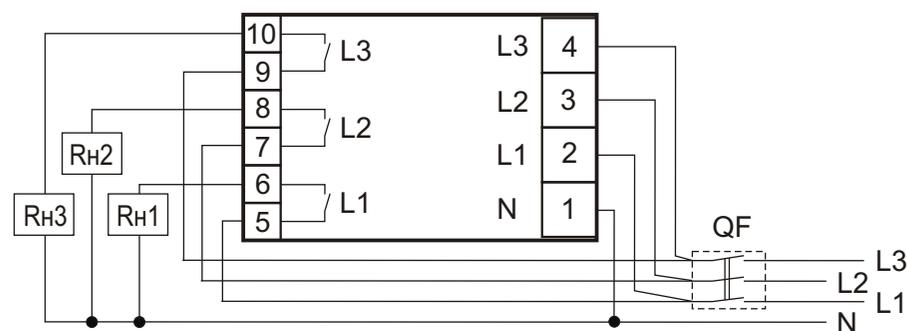

Рис. 2. Схема подключения нагрузок к устройству RN 30-42
8.2. Подключите нагрузку к изделию согласно рис. 2. Для этого используйте одножильный или многожильный провод с двойной или усиленной изоляцией сечением, соответствующей мощности нагрузки. Заземленная нейтраль  $N$  подключается на контакт 1 изделия и нагрузкам. Фазное напряжение  $L_1$ ,  $L_2$ ,  $L_3$  подается через автоматический расцепитель  $QF$  и подключается к силовым контактам 5, 7, 9 и контактам устройства 2, 3 и 4 изделия. Кроме того, нагрузки подключаются к контактам 6, 8, 10 изделия.